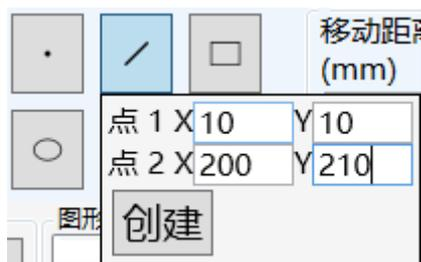

图 4.3.2e 直线创建弹窗
②鼠标右键点击按键打开坐标输入窗口，弹出点 1、点 2 的 X、Y 坐标输入框，在框中输入两点坐标，点击“创建”后会通过两点确定一条直线的规则创建一条直线。如下图 4.3.2e、4.3.2f 所示。